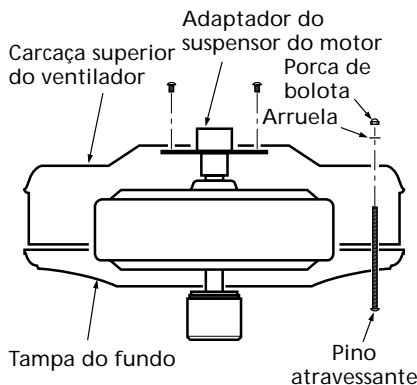
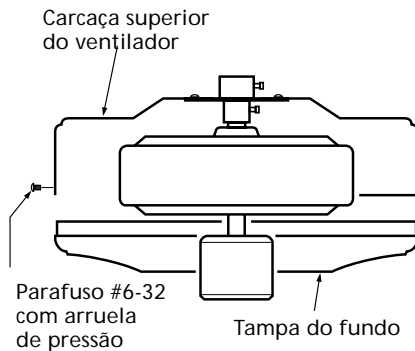

Figura 3b - Montando e fixando as carcaças ao adaptador do suspensor do motor
Figura 3c - Fixando a tampa do fundo à carcaça superior do ventilador
de pressão conforme mostrado na Figura 3b.
3. Fixe a tampa do fundo à carcaça superior do ventilador com pinos atravessantes e porcas de bolota conforme mostrado na Figura 3b, ou com parafusos #6-32 e arruelas de pressão conforme mostrado na Figura 3c - dependendo do estilo do ventilador.